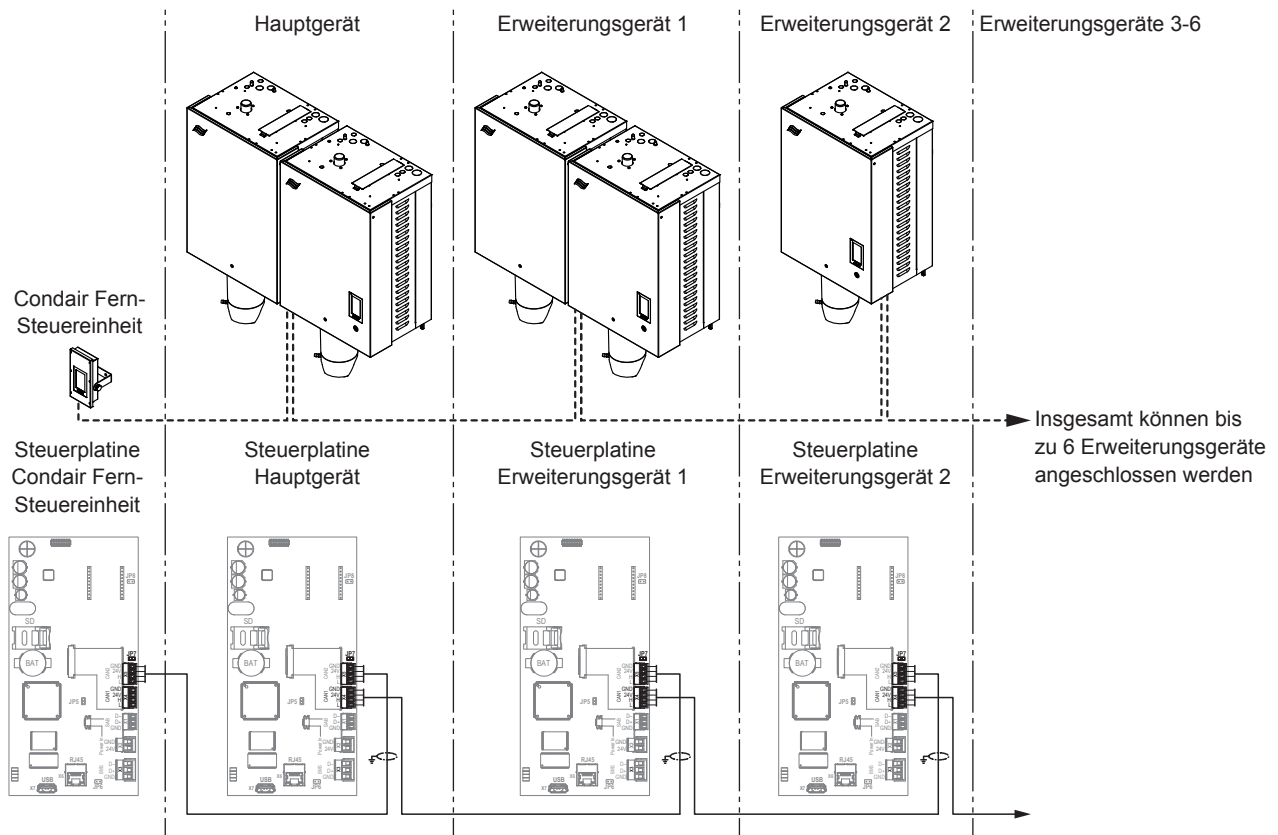
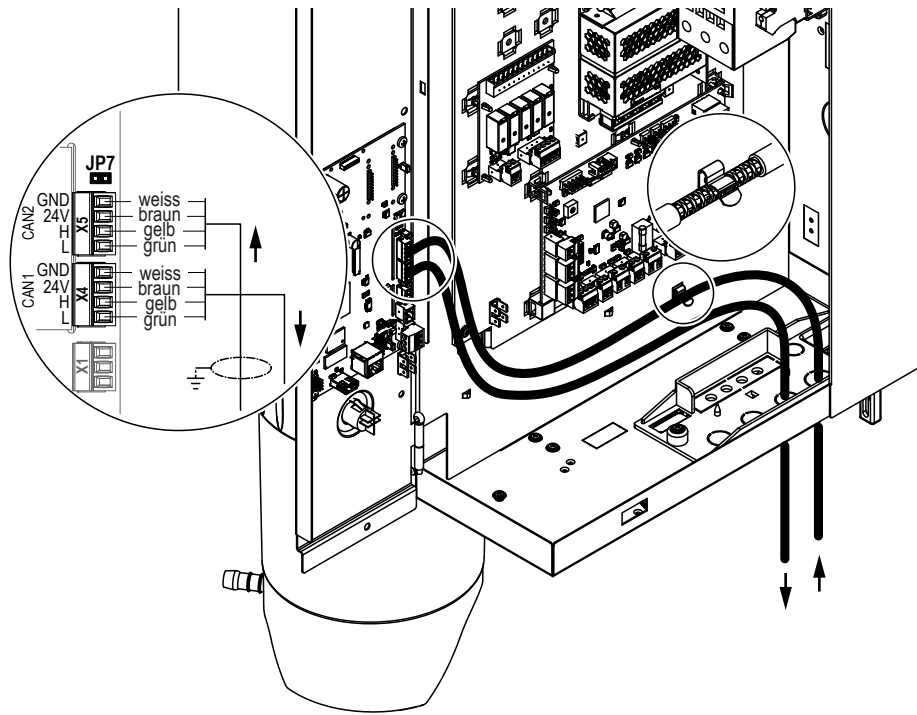

Abb. 28: Verbindung mehrerer Geräte (Geräteverbundsystem)
Abb. 29: Anschluss CAN-Bus-Kabel / Abschirmung
Verbinden Sie mehrere Geräte wie folgt (siehe Abb. 28):
2. Schließen Sie alle Geräte im "Geräteverbundsystem" mit den mitgelieferten vorkonfektionierten CAN-Bus-Kabeln gemäß dem Schema in Abb. 28 und Abb. 29 an.
- Klemmen Sie die freigelegte Abschirmung des vorkonfektionierten CAN-Bus-Kabels, das vom vorherigen Gerät kommt, wie in Abb. 29 gezeigt, in den Klemmhalter im Steuerkasten des Dampfgenerators.
- Schließen Sie das/die CAN-Bus-Kabel, wie in Abb. 29 gezeigt, an den entsprechenden Klemmenblock auf der Steuerplatine jedes Geräts an (eingehende Kabel an "X5" und abgehende Kabel an "X4").